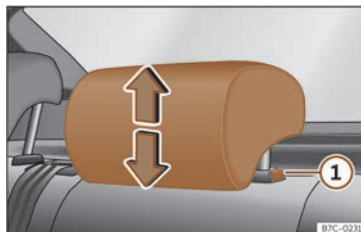

Abb. 96 Kopfstütze hinten: Kopfstützeinstellung.
Gehen Sie zum Absenken auf gleiche Weise vor und drücken Sie die seitliche Taste ① >>> (Abb. 96).